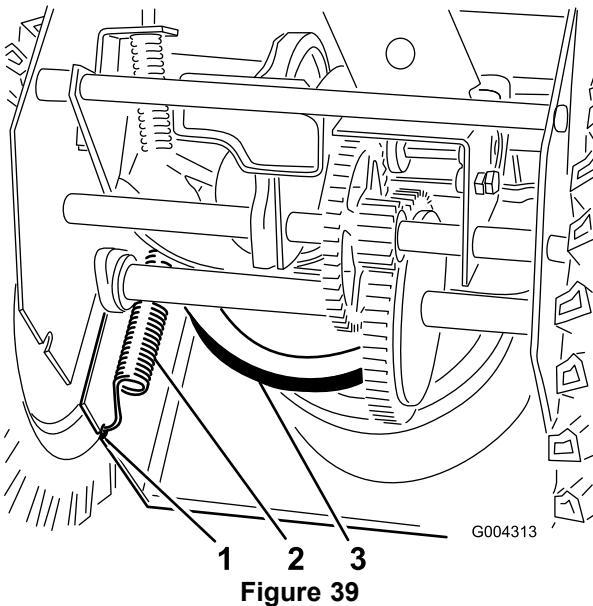

Figure 39
7. Décrochez le ressort de l'encoche dans le bord inférieur du panneau latéral (Figure 39).
13. Raccrochez le ressort dans l'encoche du bord inférieur du panneau latéral (Figure 39).